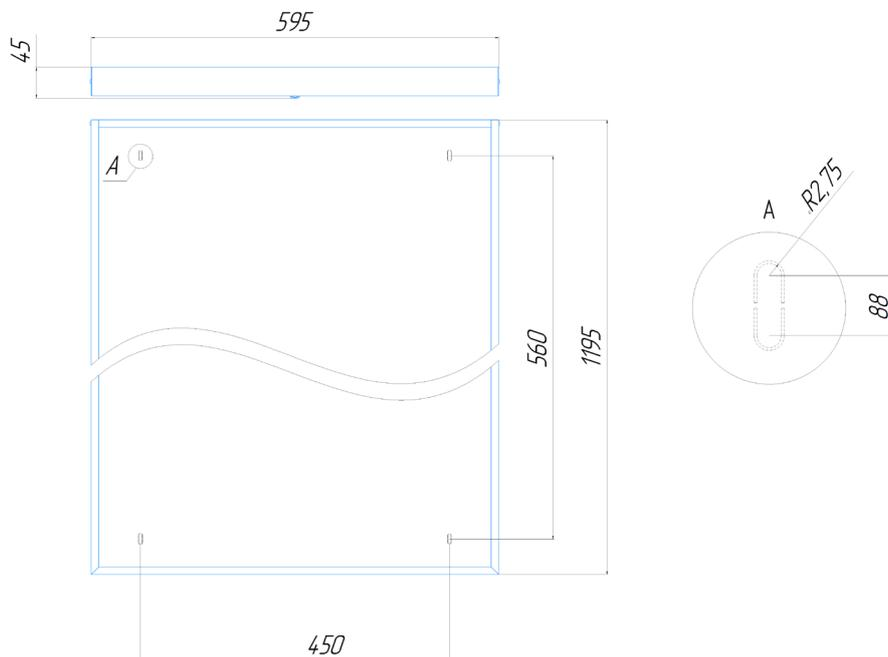

Рисунок 1. Габаритный чертеж Econex Office 1195x595 G2 AN
5.3.1. Для установки светильника необходимо повернуть торцевую панель и аккуратно снять рассеиватель. Надежно закрепить на ровной поверхности корпус светильника при помощи креплений (не входят в комплект поставки), габариты для монтажа см. рисунок 1.